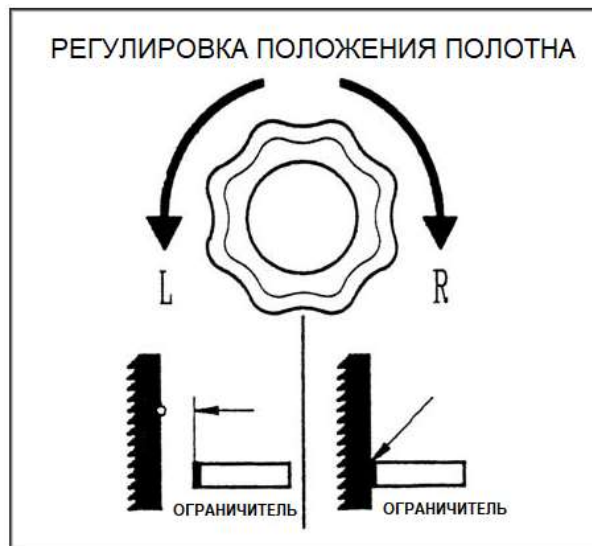

Рис. 7.
6. Если полотно располагается на шкиве ненадлежащим образом, поворачивайте ручку регулировки хода (Рис. 6) по часовой стрелке, чтобы сдвинуть полотно к передней части шкива (если стоять спереди станка) или против часовой стрелки, чтобы сдвинуть полотно к задней части шкива. ПРИМЕЧАНИЕ: в результате этой регулировки полотно также сдвинется от или к ограничителям на направляющих, как показано на Рис. 7.